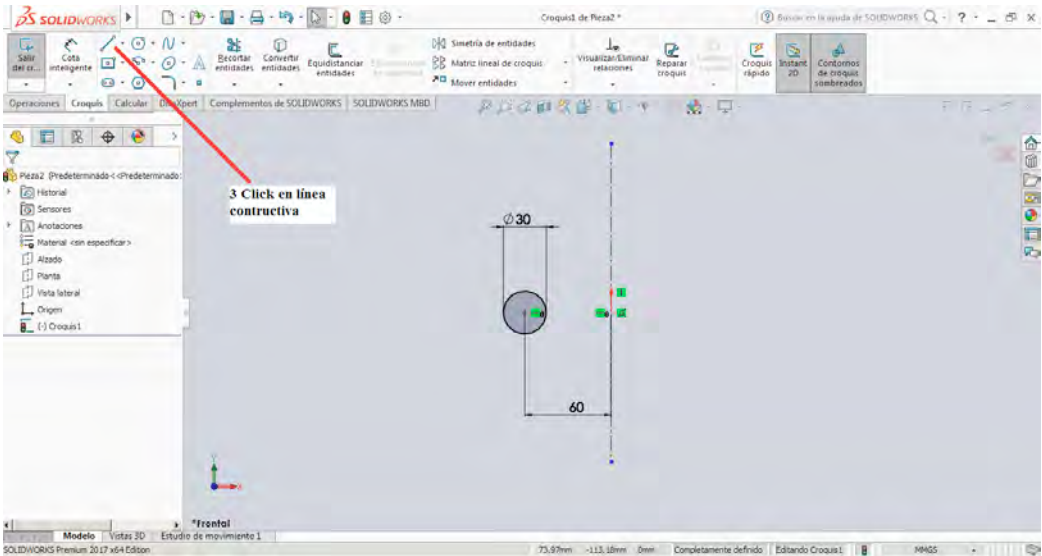

Figura 3-3
3. El paso siguiente es la construcción del eje de revolución o línea constructiva, con la que vamos realizaremos nuestra operación de revolución. Dibujamos una línea constructiva con inicio en el origen de coordenadas, mediante el realizando click en la herramienta Línea Constructiva, tal como se muestra en la figura 3-3.